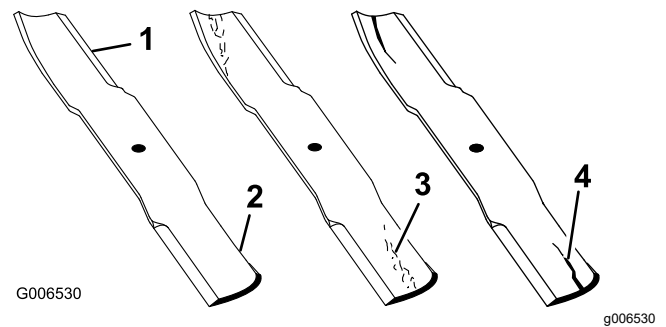

Figura 87
1. Inspeccione los filos de corte (Figura 87).
4. Si observa fisuras, desgaste o la formación de una ranura en esta zona, instale de inmediato una cuchilla nueva (Figura 87).